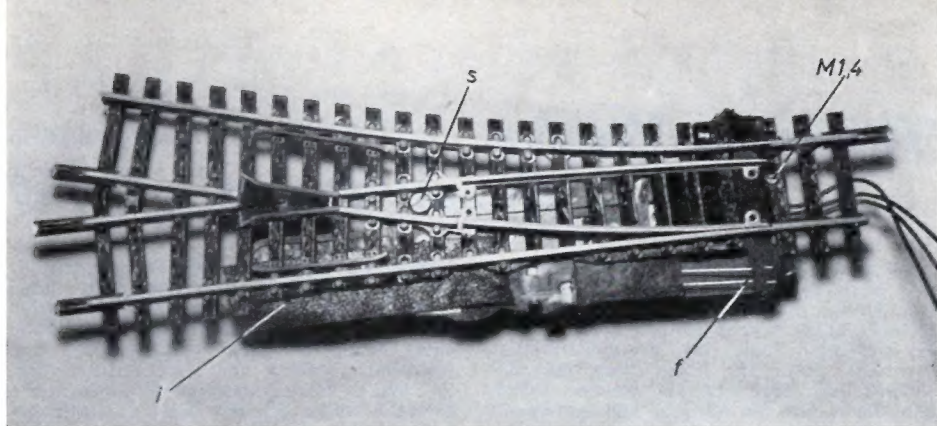
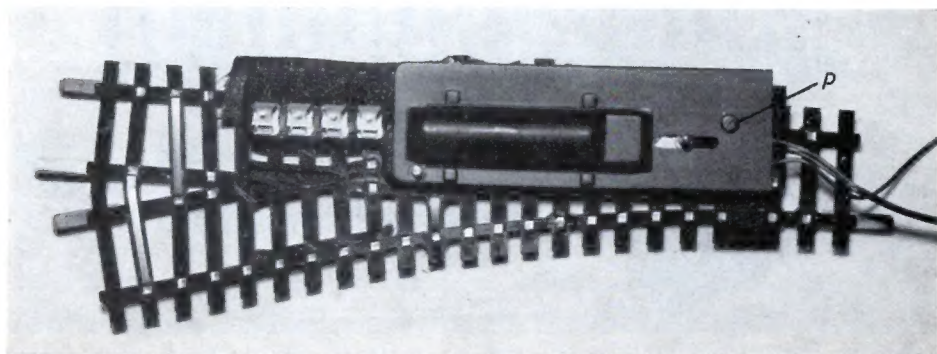
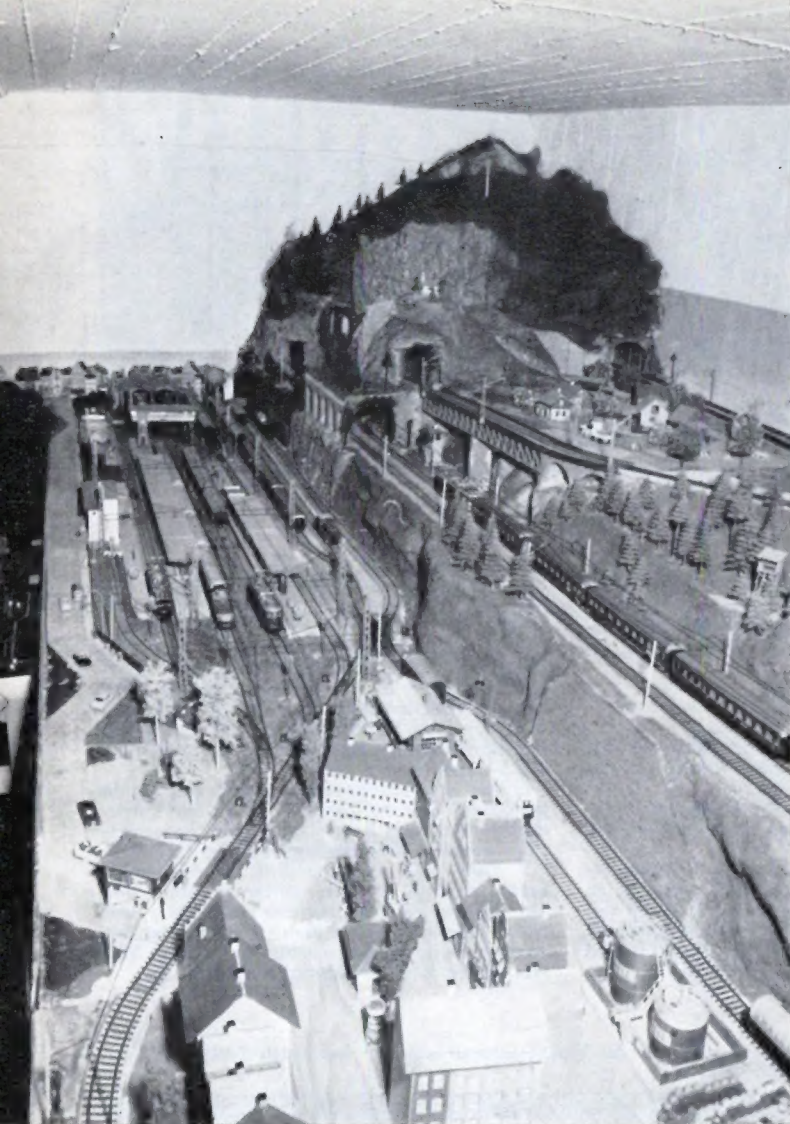

Abb. 2. Die nach dem Umbau wieder montierte Weiche mit dem nach unten „umgeklappten“ Antrieb (von oben gesehen).
Abb. 3. Von unten betrachtet bietet die umgebaute Weiche diesen Anblick.
Abb. 1 (Vergleich zu
Abb. 2. Ein Piko- und ein Arnold-Wagen bieten – miteinander gekuppelt – von oben dieses Bild. Der Pufferabstand ist, wie man sieht, recht erheblich und die Kupplung selbst kann kaum mit der Arnold'schen (links) konkurrieren.
2. Plastikteil, auf dem der Antrieb montiert ist, vom Gleisteil vollkommen absägen (mit Laubsäge), dabei Zuführungen zu den Umschalter-Kontakten mit durchsägen. Der Schnitt ist nicht gradlinig (siehe Abb. 1).
Abb. 1. Die in die zum Umbau benötigten Einzelteile zerlegte Fleischmann-Weiche. Der Antriebsteil ist nicht mit einem geradlinigen Schnitt abzutrennen, sondern etwa so „gekurvt“, wie hier zu sehen.
3. Bei a, b und c (Abb. 1) kleine Stücke aus dem Plastikkörper aussägen und bei b und c die Kontakt-Blechstreifen nach unten umbiegen; damit sind diese wieder festgelegt.
5. Antrieb einfach nach unten umklappen, also Rücken an Rücken mit dem Schwellenrost (siehe Abb. 2 und 3). Dabei ein Stück Isolierband i zwischen Anschlüsse und Gleis legen (siehe Abb. 1 und 2).
6. M 2-Senkschraube s (10 mm lang, mit kleiner Unterlagscheibe aus Plastik, siehe Abb. 1) von oben in der Nähe des Herzstückes zwischen zwei Schwellen nach unten durch das aufgebohrte Loch d des Weichenantriebes stecken (Abb. 2) und das Ganze mit einer M 2-Mutter zusammenhalten.
7. Weichenantrieb nun zusammenbauen: Zuerst Schaltstück und Federn einsetzen; dabei passen die Federn (f in Abb. 2) genau wieder in die Zungenstellungsschwelle Z, nur eben von unten. Anker dann ebenfalls einsetzen.
8. Damit der Antrieb noch an einem zweiten Punkt mechanisch mit dem Gleiskörper verbunden ist, wird er mit einer M 1,4-Schraube befestigt (siehe Abb. 2). Deshalb Weichenantrieb zunächst so justieren, daß er einwandfrei umschaltet. Dann für die M 1,4-Schraube ein Loch mit 1,5 mm \varnothing bohren und beide Teile mit dieser Schraube und einer Mutter befestigen.
9. Der Antriebsdeckel kann nun mit der dafür vorhandenen Plastikschräube p (Abb. 3) und, wenn man will, auch noch mit einer M 2-Mutter (Schraube s, Abb. 2) befestigt werden.